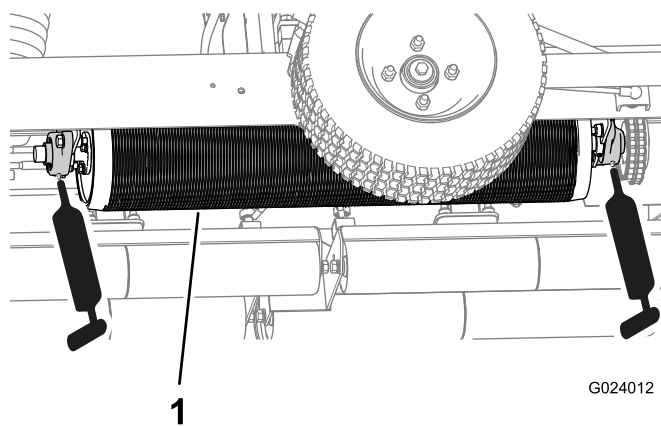
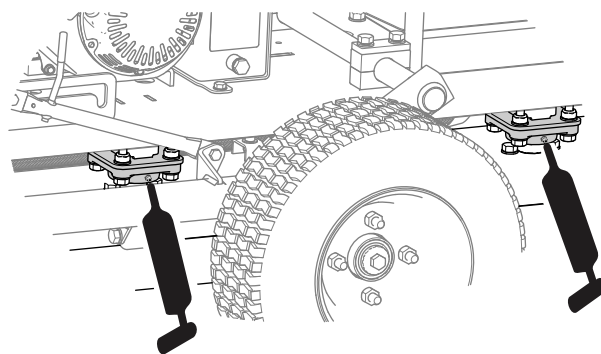

Рисунок 23
Рисунок 24
2. Закачивайте консистентную смазку как показано на Рисунок 23 и Рисунок 24.